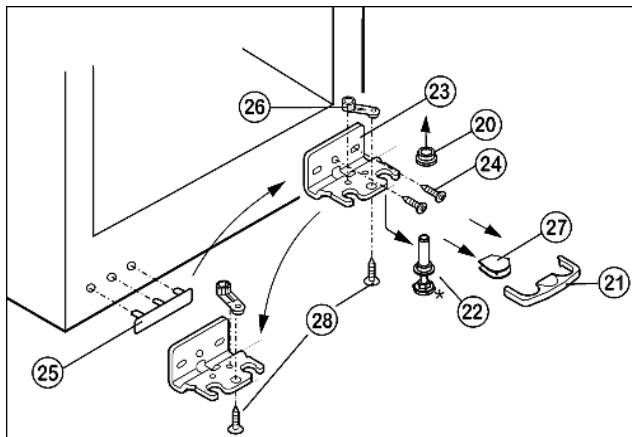

Fig. 5
- ▶ Предохранитель *Fig. 5 (21)* снимите движением вперёд.
- ▶ Снимите крышку *Fig. 5 (27)*.*
- ▶ Вытяните опорный палец *Fig. 5 (22)* вниз и вперёд. При этом следите за гнездом шарнира *Fig. 5 (20)*.
- ▶ Открутите опорный кронштейн *Fig. 5 (23)* (2 шт. Torx 25) *Fig. 5 (24)*.
- ▶ Открутите опорную деталь *Fig. 5 (26)* (1 Torx 25) *Fig. 5 (28)* и, переставив в отверстие на противоположной стороне опорного кронштейна, снова прикрутите.
- ▶ Осторожно приподнимите и переставьте крышку *Fig. 5 (25)* со стороны ручки.
- ▶ Снова прикрутите опорный кронштейн *Fig. 5 (23)* на новой стороне шарнира, при необходимости с помощью аккумулятора шуруповёрта через внешний продольный паз и круглое отверстие.
- ▶ Установите крышку *Fig. 5 (27)* на противоположной стороне.*
- ▶ Предохранитель (21) нужно зафиксировать сбоку на кронштейне, чтобы опорный палец и двери были защищены от выпадения.
- ▶ Снова защелкните предохранитель (21) на опорном кронштейне.
- ▶ Наденьте гнездо шарнира Fig. 5 (20).
- Установите дверцу сверху на нижний опорный палец Fig. 5 (22).
- ▶ Переставьте средний винт на нижнем опорном кронштейне *Fig. 5 (23)* в свободный продольный паз.
- ▶ При необходимости выравнивайте дверцы через два продольных паза в нижнем опорном кронштейне *Fig. 5 (23)* параллельно корпусу устройства.